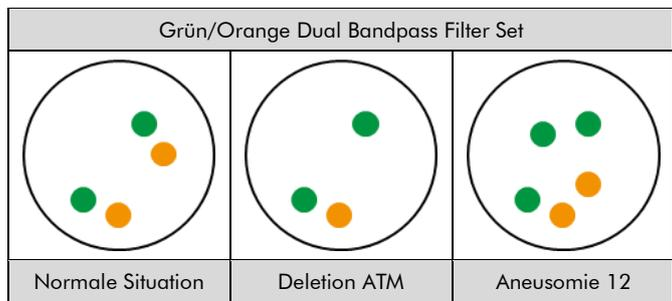

Abb. 2: Zu erwartende Ergebnisse in normalen und aberranten Zellkernen
**Normale Situation:** In Interphasen von normalen Zellen oder Zellen ohne eine Deletion der ATM-Genregion und ohne Aneusomie von Chromosom 12 erscheinen zwei grüne und zwei orange Signale (siehe Abb. 2).
**Aberrante Situation:** In Zellen mit Deletion, die die ATM-Genregion betrifft, kann eine reduzierte Anzahl oranger Signale beobachtet werden. Deletionen, welche nur Teile der ATM-Genregion betreffen, können zu einem normalen Signalmuster mit orangenen Signalen reduzierter Größe führen. In einer Zelle mit Aneusomie 12 können drei bzw. mehrere grüne Signale beobachtet werden (siehe Abb. 2).